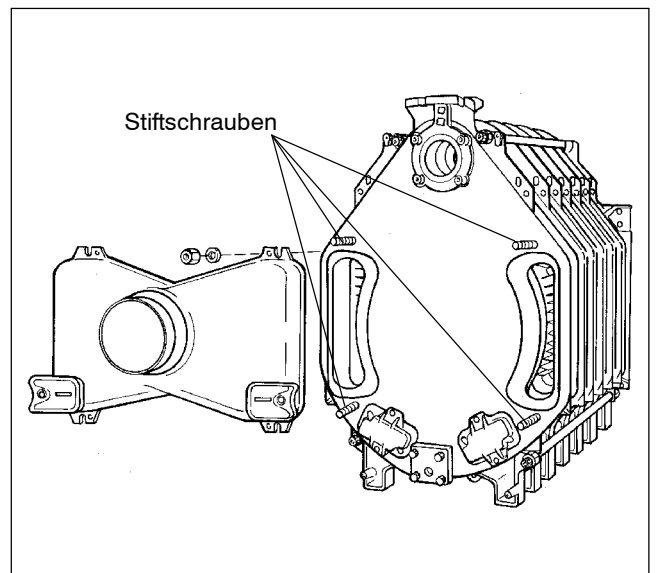

Abb. 17
- Abgassammler auf die in Abb. 17 gezeigten Stiftschrauben im Hinterglied des Kessels aufsetzen. Unterlegscheiben auf die Stiftschrauben aufschieben und den Abgassammler mit Muttern anschrauben.